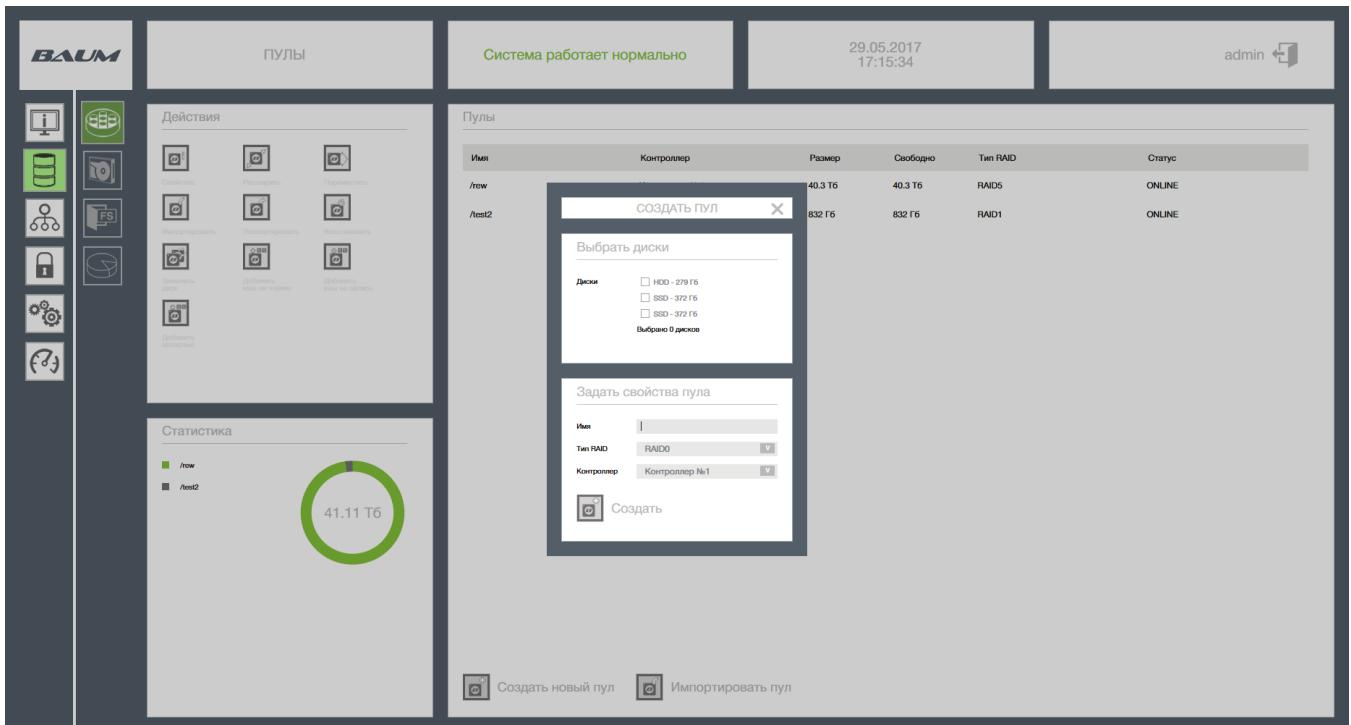

Рисунок 26 – Настройки создаваемого пула
- 6) Нажать на кнопку «Создать». Появится созданный массив (см. Рисунок 26).